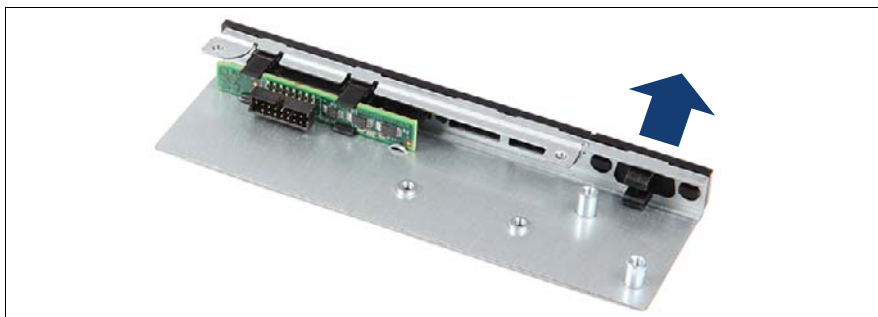

図 201: ダミーカバーの取り外し
- ▶ ダミーカバーを取り付けます (図 201 を参照)。